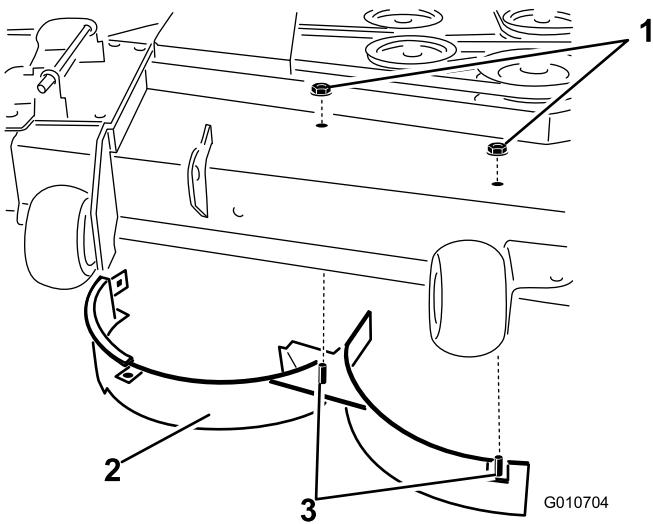

Figura 15
8. Retire las 2 contratuerzas (5/16") que sujetan las clavijas soldadas del deflector derecho a la parte superior de la carcasa del cortacésped en las posiciones centro y centro derecha (Figura 15).